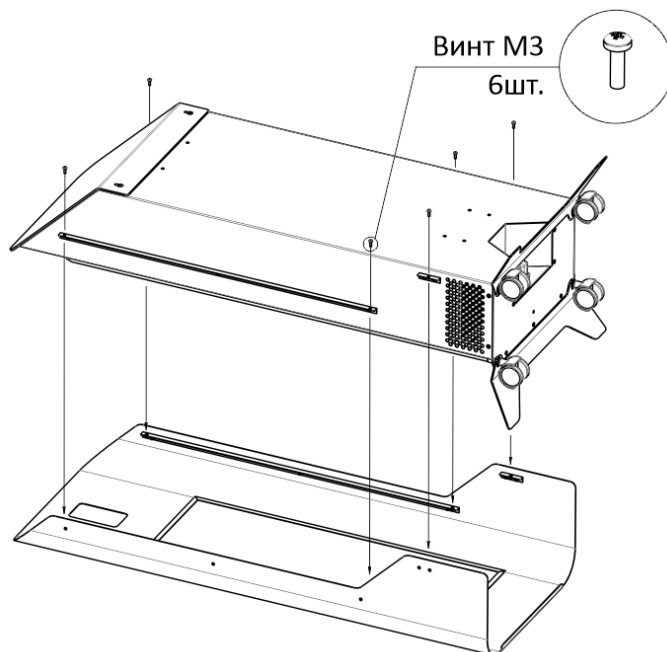

Рисунок 4. Схема разборки корпуса и передней панели рециркулятора.
- Снять переднюю панель открутив винты для её крепления с помощью крестообразной отвёртки PH1 и перевернуть корпус, чтобы получить доступ к элементам, расположенным внутри – смотри рисунок 4;
- Снять переднюю панель открутив винты для её крепления (винты из корпуса не выкручивать полностью для исключения их потери) с помощью крестообразной отвёртки PH1 и перевернуть корпус, чтобы получить доступ к элементам, расположенным внутри – смотри рисунок 4;